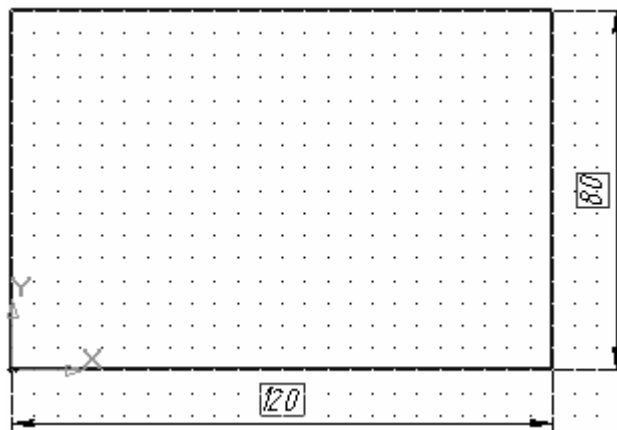

Рис. 3.5. Эскиз основания детали
4. Постройте эскиз основания детали, изображённый на рис. 3.5.